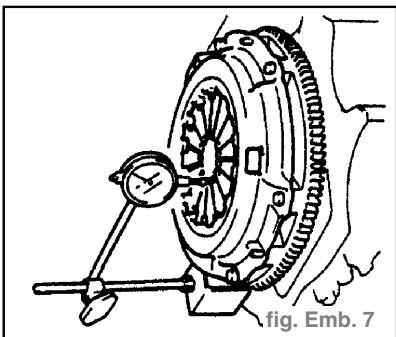

fig. Emb. 7
- Faire tourner le volant et vérifier l'alignement des doigts du ressort-diaphragme. (fig. Emb. 7)